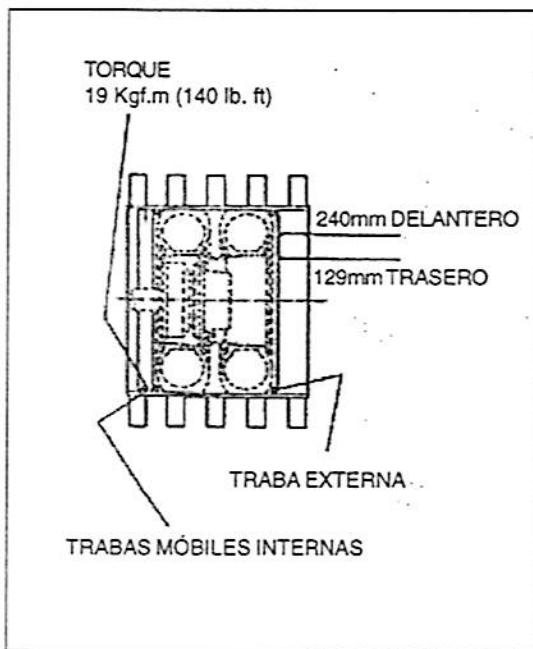

Fig. 6
5. Después del montaje, instalar las trabas móviles de los neumáticos que quedan del lado interno de los tambores compactadores (ver fig. 6).